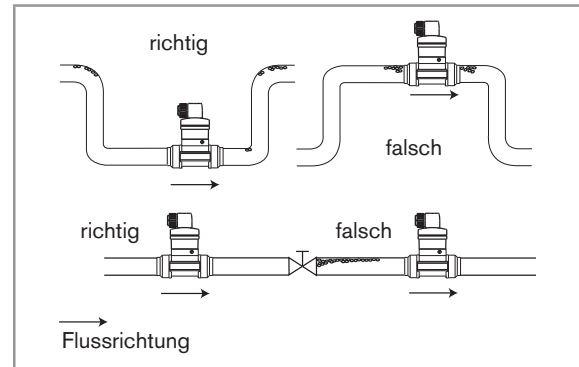

Bild 4: Zusätzliche Empfehlungen für die Installation
- Die Bildung von Luftblasen in der Rohrleitung vermeiden (siehe *Bild 4*);